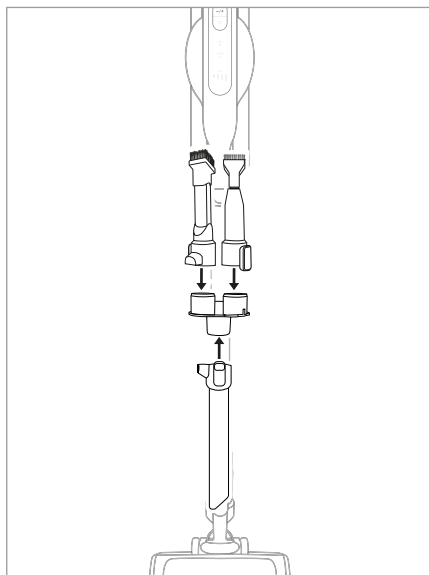

Bild 17
- ◆ Ta av det tillbehör som sitter på dammsugaren och sätt det i hållaren **17** (se bild 17).